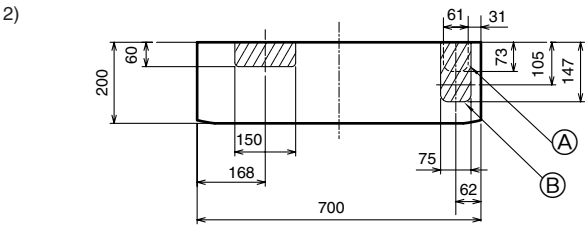

Fig. 3-8
- 2) Per tubazione in basso a destra o in basso a sinistra (Fig. 3-8)